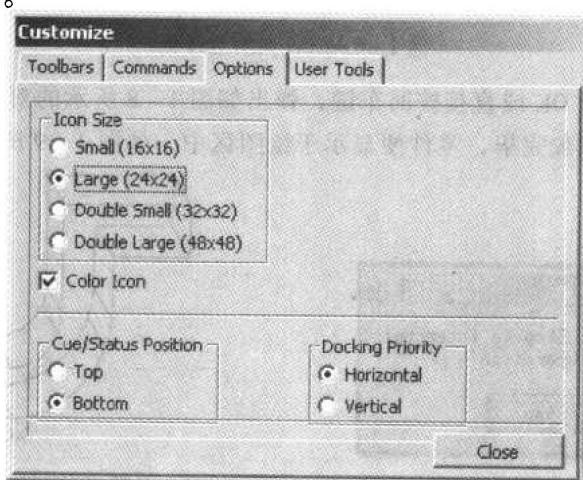

图1-12 定制工具条选项对话框
3) Options：用于控制工具栏上图标大小、颜色，状态栏/提示栏的位置等，如图1-12所示。